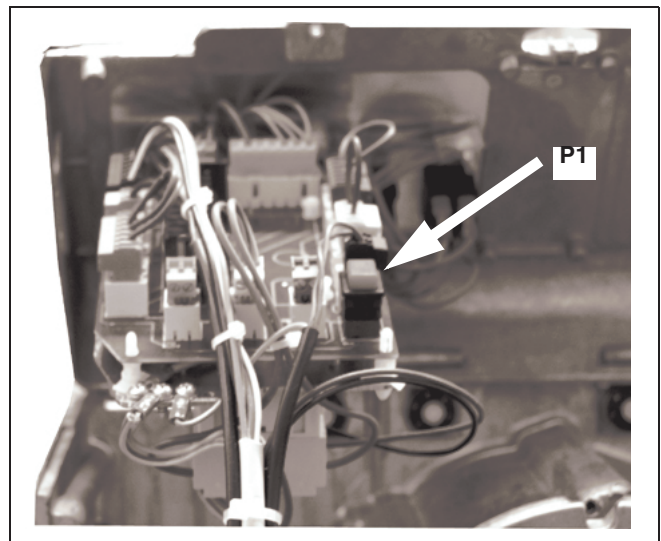

Fig. 13 - Pulsante innesco secondo ugello su bruciatori bistadio
- ◆ quando appare la fiamma premere il pulsante P1 (Fig. 13) per qualche secondo, per riempire il tubetto del secondo ugello;